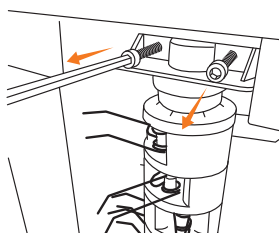

Рис. 13
- Открутите два винта крепления вала шестигранным ключом из комплекта поставки (Рис. 13).